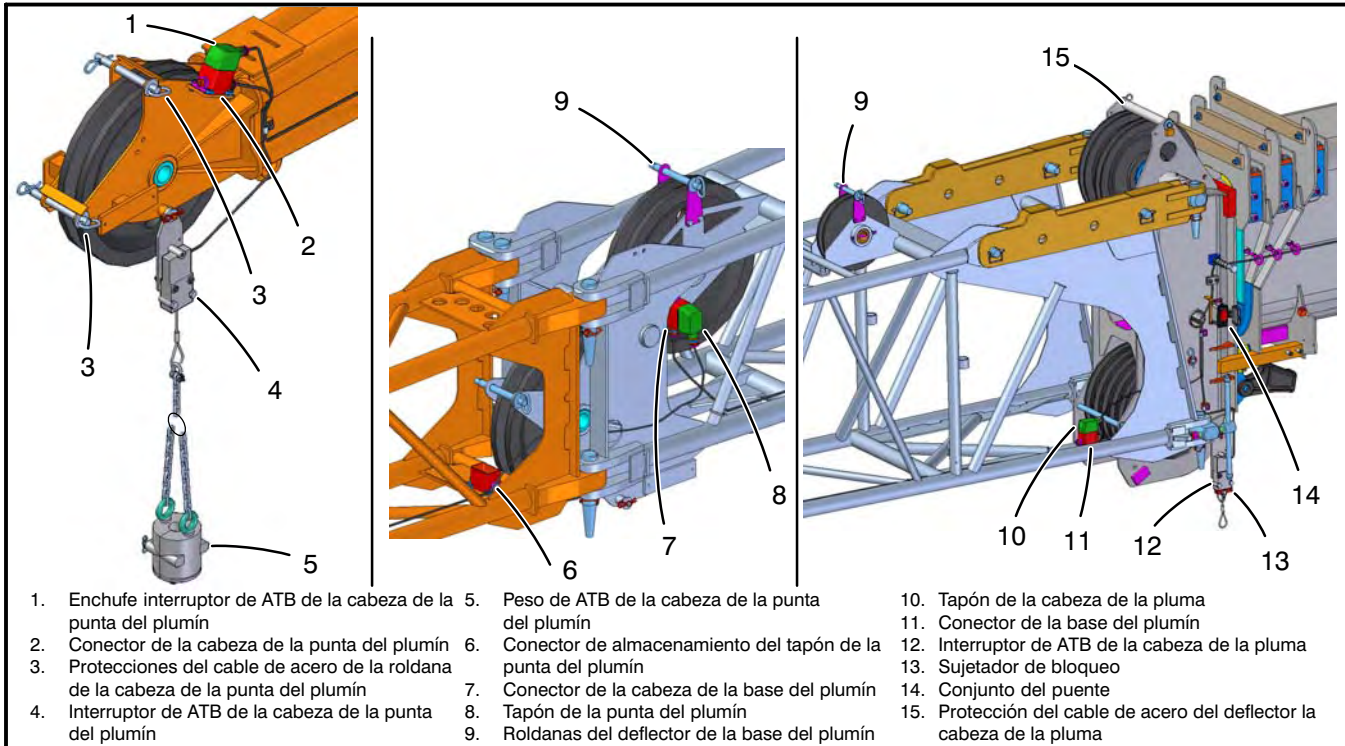

Figura 4–49
21. Retire todas las protecciones del cable de acero de las roldanas de la base del plumín y los deflectores de la cabeza del plumín. Consulte la Figura 4–49. Enhebre el cable de acero de la maquinilla encima de la roldana del deflector de la base de la pluma, luego en la roldana del deflector de la base del plumín.